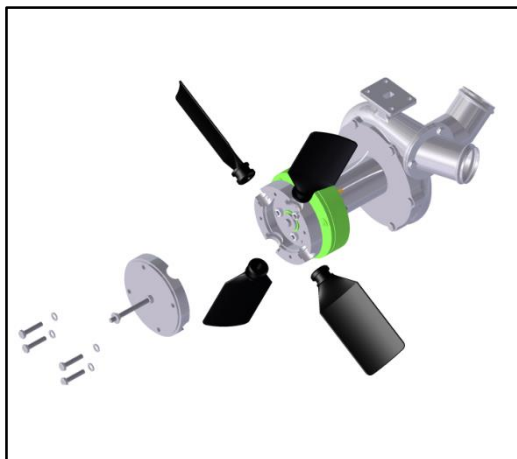

Figura 07: remoção dos parafusos da tampa do cubo.
- b) Com a mesma chave (7/16") remova os parafusos da tampa do cubo para liberar as pás da hélice (figura 07). Caso queira apenas ajustar as pás, afrouxe os parafusos da tampa do cubo e faça o ajuste necessário.